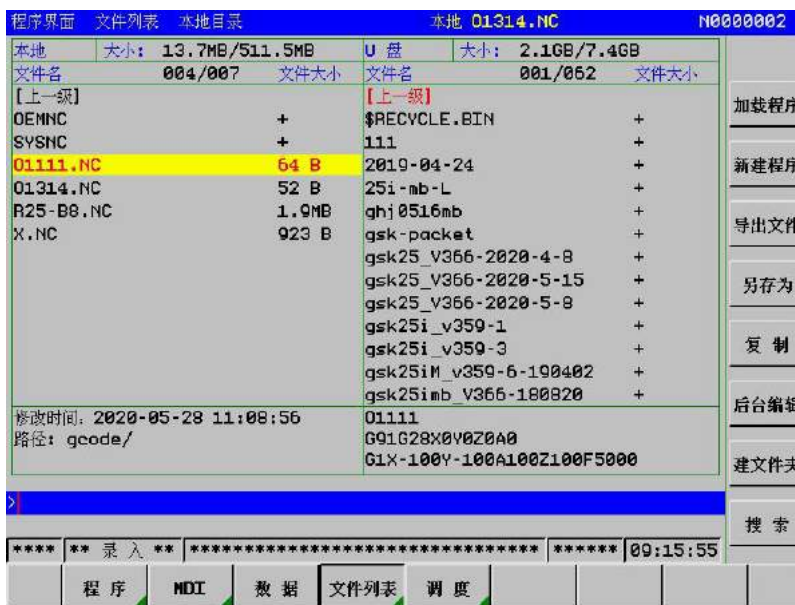

图3-2-45
- 2)   文件列表 进入以下操作界面（见图 3-2-45）。